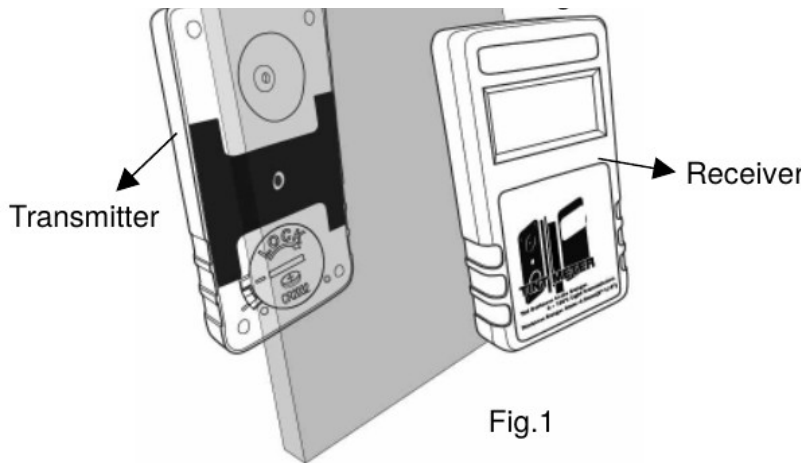

Рис. 3. Розміщення передавача (Transmitter) і приймача (Receiver) з двох боків скла
- Прикладіть передавач присоскою до вимірюваного скла з одного боку, а приймач — з іншого боку навпроти. Виміряне значення світлопропускання у відсотках відобразиться на дисплеї (рис. 3).